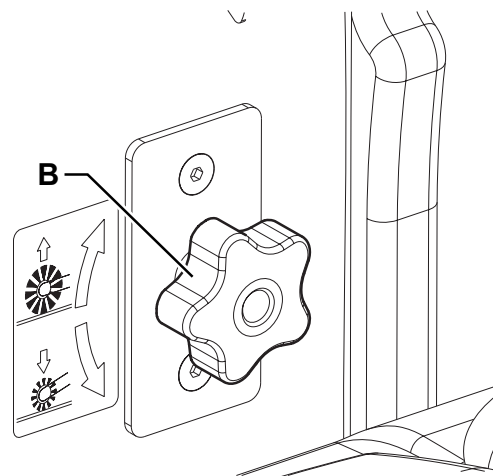

Figure 7
- Tourner la poignée (B, Fig. 7), en considérant que :
- après avoir soulevé le balai avec le levier (63), pour réduire la largeur de la trace il faut tourner la poignée dans le sens des aiguilles d'une montre.